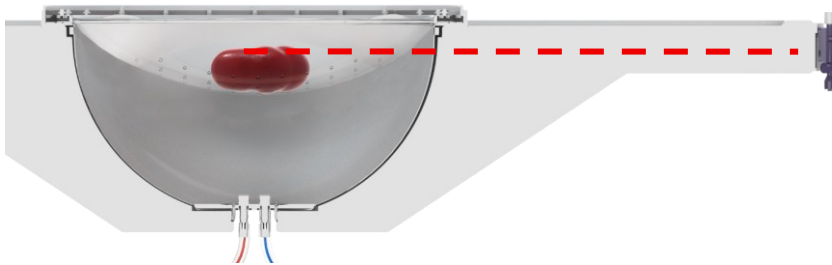

Abbildung 28: Höhe der Niere im Verhältnis zum Drucksensor
- Beachten Sie, dass die Niere durch das Netz und die Flüssigkeit im Behälter getragen wird. Um eine genaue Druckmessung zu gewährleisten ist die Höhe der Niere dem Drucksensor entsprechend auszurichten, wie in Abbildung 28 dargestellt. Die Spitze der Kanüle sollte sich auf der gleichen Höhe wie die Mitte des Drucksensors befinden.